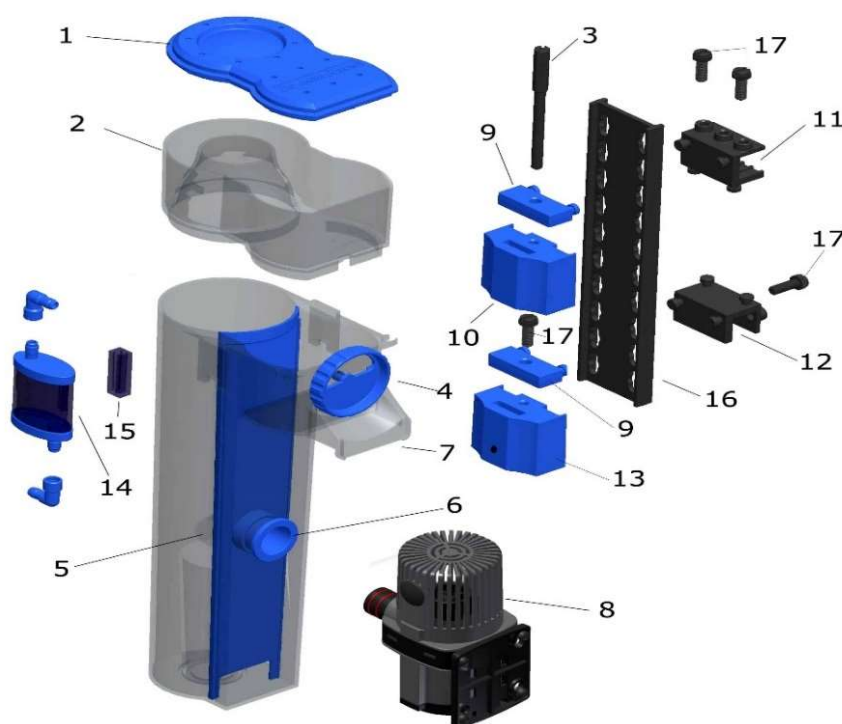
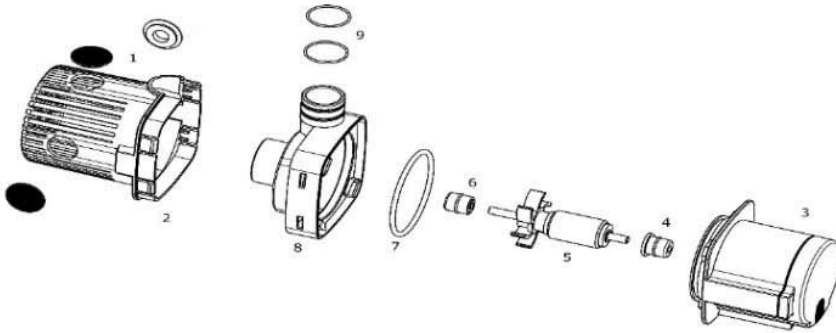

Рис. 1: EVO 501
Рис. 2: Устройство DC Runner 800
Насос-диспергатор DC Runner 800 приводится в действие электронным трансформатором безопасности AC 110 - 240 В / 50 - 60 Гц с выходным напряжением постоянного тока в 24 В. Потребляемая мощность насоса максимум 7 Вт, класс защиты - IP X8. Чтобы открыть насос, разблокируйте замок корпуса ротора (рис. 2, № 8), повернув его. **Помпу следует монтировать засасывающей стороной вверх (см. рис. 1), иначе она может заглохнуть.**
Насос-диспергатор EVO 501 забирает воду из аквариума или фильтровальной камеры, автоматически смешивает её с воздухом в корпусе насоса с помощью созданного вакуума и разбивает фирменным ротором с игольчатым колесом от Aqua Medic (рис. 2, п. 5) на мелкие пузырьки. Затем эта водно-воздушная смесь перекачивается в реакционную трубу скиммера, где органические вещества на пузырьках пены собираются в чаше для пены. Очищенная вода течет вверх из скиммера в желоб (рис. 1, п. 7) и обратно в аквариум или резервуар фильтра.
Сначала флотатор собирается в соответствии с рис. 1. Он может быть легко прикреплен к держателю на аквариумном стекле или к стеклянной фигурной скобе. Они должны быть легкодоступны, и находиться в защищенном месте - сбоку или сзади. Насос вставляется в штуцер (6) скиммера, кабельные точки располагаются внизу, воздушный шланг идет вверх к звукопоглотителю (14). Звукопоглотитель монтируется с помощью кронштейна (15) к чаше пеноотделителя (2) или аквариумному стеклу. Для этого снимите защитную пленку с клейкой ленты. Поверхность склеивания должна быть чистой и обезжиренной.
С помощью крепёжного профиля (11) пластину (7) нужно установить на поперечную распорку или вертикальную панель. Вторым профилем (12) нужно установить ниже в качестве прокладки. Винтами (12a) расстояние нужно отрегулировать так, чтобы крепежная пластина висела вертикально вниз. На противоположной от крепежной пластины стороне устанавливают зажимное устройство для регулировочного винта (9) и каретки (10). Для этого регулировочный винт (8) пропускают через отверстие (9a) держателя винта и закручивают его в резьбу (10a) каретки. Каретка приводится в движение поворотом винта (8) вверх и вниз. Скиммер крепится находящимся сбоку крепёжным уголком в паз каретки (10b). Так как скиммер висит прямо, то к нижней крепежной пластине устанавливается вторая каретка (рис. выше) с резиновыми подшипниками в качестве прокладки. Скиммер регулируется таким образом, что сточный желоб находился выше уровня воды. В запускаемых новых аквариумах скиммеры редко можно отрегулировать таким образом, чтобы образование пены происходило постоянно. Это происходит при наполнении аквариума. Чтобы поролоновая чаша не переполнялась бесконтрольно, не погружайте скиммер слишком глубоко в воду (уровень воды на 1-2 см ниже сточного желоба [рис. 1, № 7]).